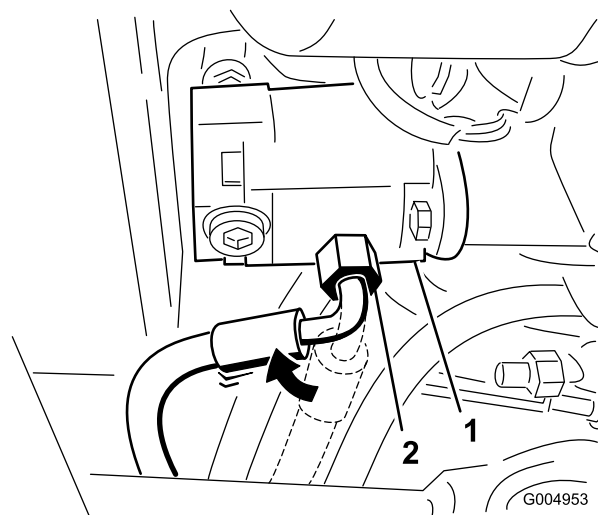

Figura 43
5. Allentate il raccordo del flessibile della pressione nella pompa e ruotate il raccordo di 45 gradi verso la parte anteriore della macchina (Figura 43).
Nota: Figura 43 rappresenta la veduta da sotto il trattorino.